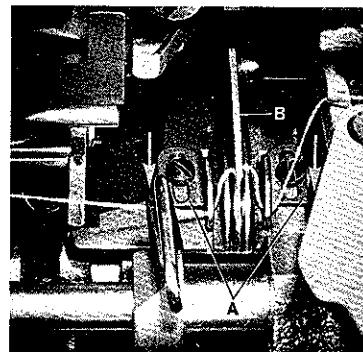

Fig. 28
Repositioning eyelets (A, Fig. 28) in direction of the arrows to the front increases the amount of looper thread in the system, repositioning to the rear decreases the amount of thread in system.
Durch Verschieben der Fadenführungen (A, Fig. 28) in Pfeilrichtung nach vorne wird mehr durch Verschieben nach hinten wird weniger Greiferfaden abgezogen.
The finger (B, Fig. 28) controls the looper thread after "cast-off", it prevents the looper thread from being wiped under the blade of the looper, when the looper moves from the right to the left. Set the finger (B) accordingly and make sure that it centers exactly between the take-up discs.
Der Finger (B, Fig. 28) kontrolliert den Greiferfaden nach dem "Abspringen", er verhindert, daß sich der Greiferfaden unter die Greiferklinge gezogen wird, wenn sich der Greifer von rechts nach links bewegt. Stellen Sie den Finger (B) entsprechend und beachten Sie, daß er genau mittig zwischen den Aufnehmerscheiben steht.